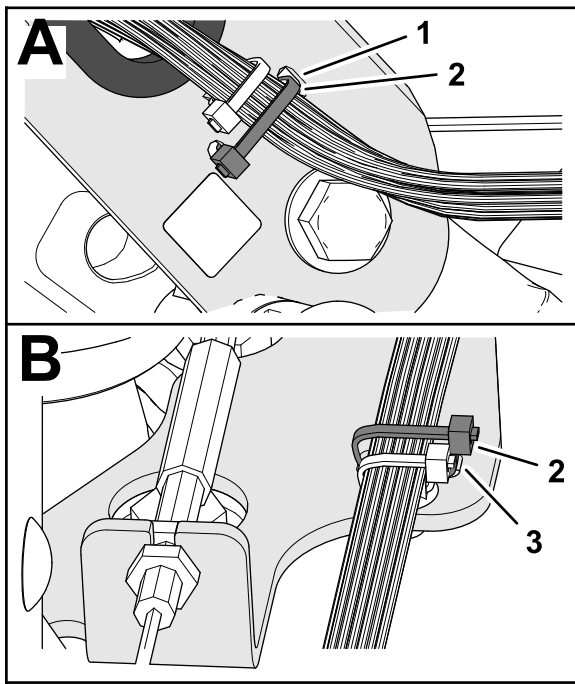

**Figura 10**
4. Inserte el anclaje a presión del arnés de la máquina en el taladro del canal del manillar (Figura 10).